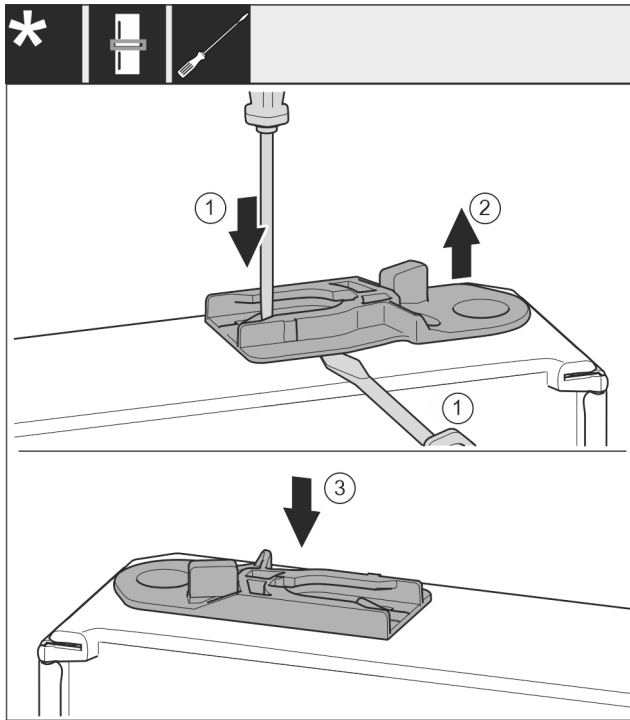

Fig. 53 *
- ▶ 拉出导向轴套：将接片 Fig. 53 (1)用带槽螺丝刀按住的同时将带槽螺丝刀移动到导向轴套 Fig. 53 (2)下方。*
- ▶ 将供货时附带的导向轴套 Fig. 53 (3)插入外壳的另一侧。*